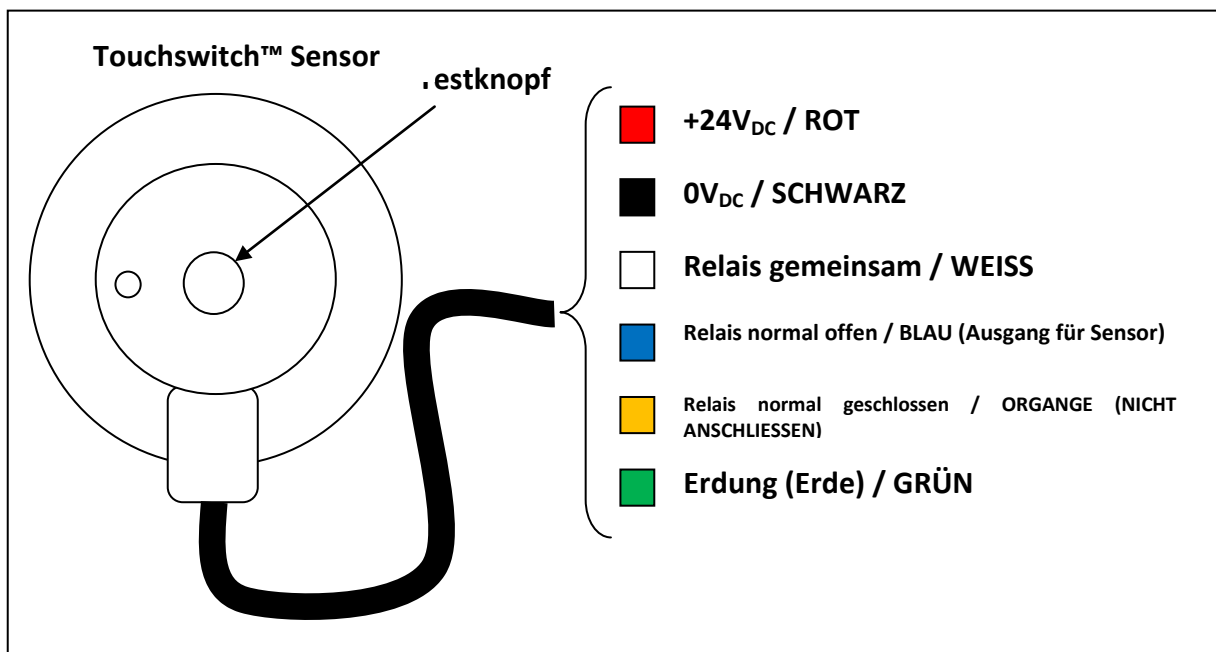

Abbildung 8 – TouchSwitch™ Elektroanschluss
- 2) Drehen Sie den Testknopf langsam (siehe Abbildung 8) mit der Hand im Uhrzeigersinn bis die Status-LED AUS geht